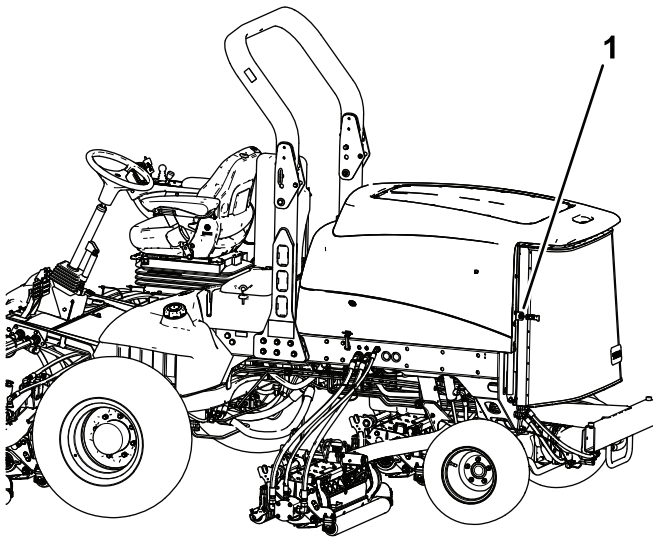

Bild 99
2. Entriegeln und schwenken Sie das hintere Gitter in die geöffnete Stellung (Bild 99).